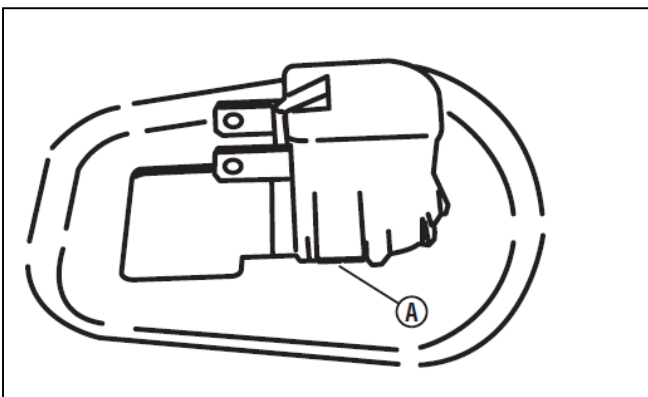

図 1-13
- C. スイッチのタブ(図 1-13 の A)は穴の外側に出ています。